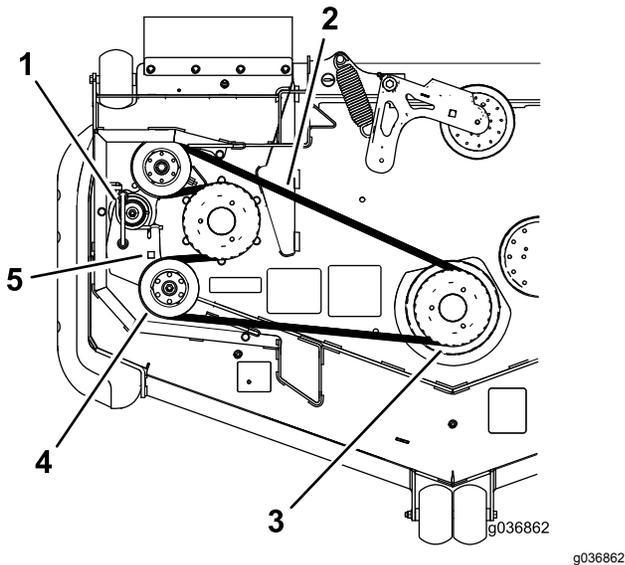

Figure 88
7. Insérez un rochet dans le trou carré du bras de tension pour détendre le ressort de la poulie de tension (Figure 88).
8. Enlevez la courroie de la poulie du tablier de coupe (Figure 88).
9. Enlevez la courroie des poulies restantes (Figure 88).
11. Insérez le rochet dans le trou carré, détendez le ressort et guidez la courroie neuve autour de la poulie de tension (Figure 88).